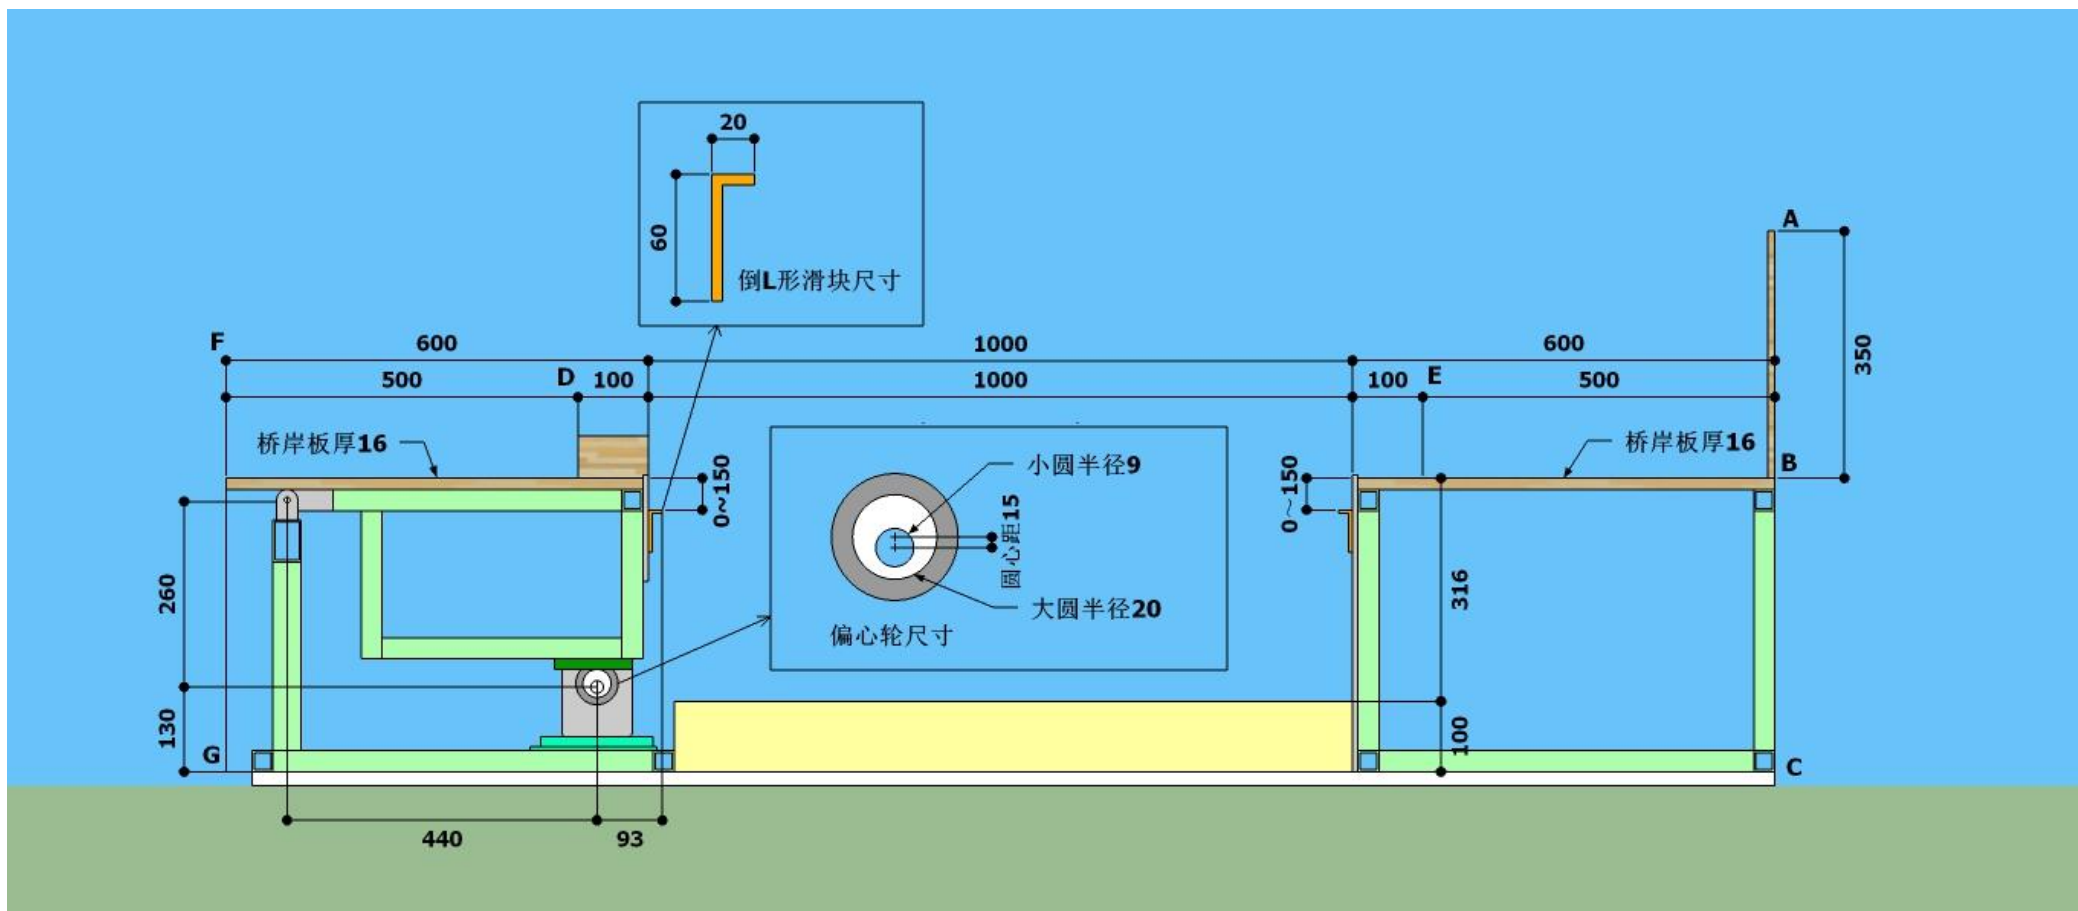
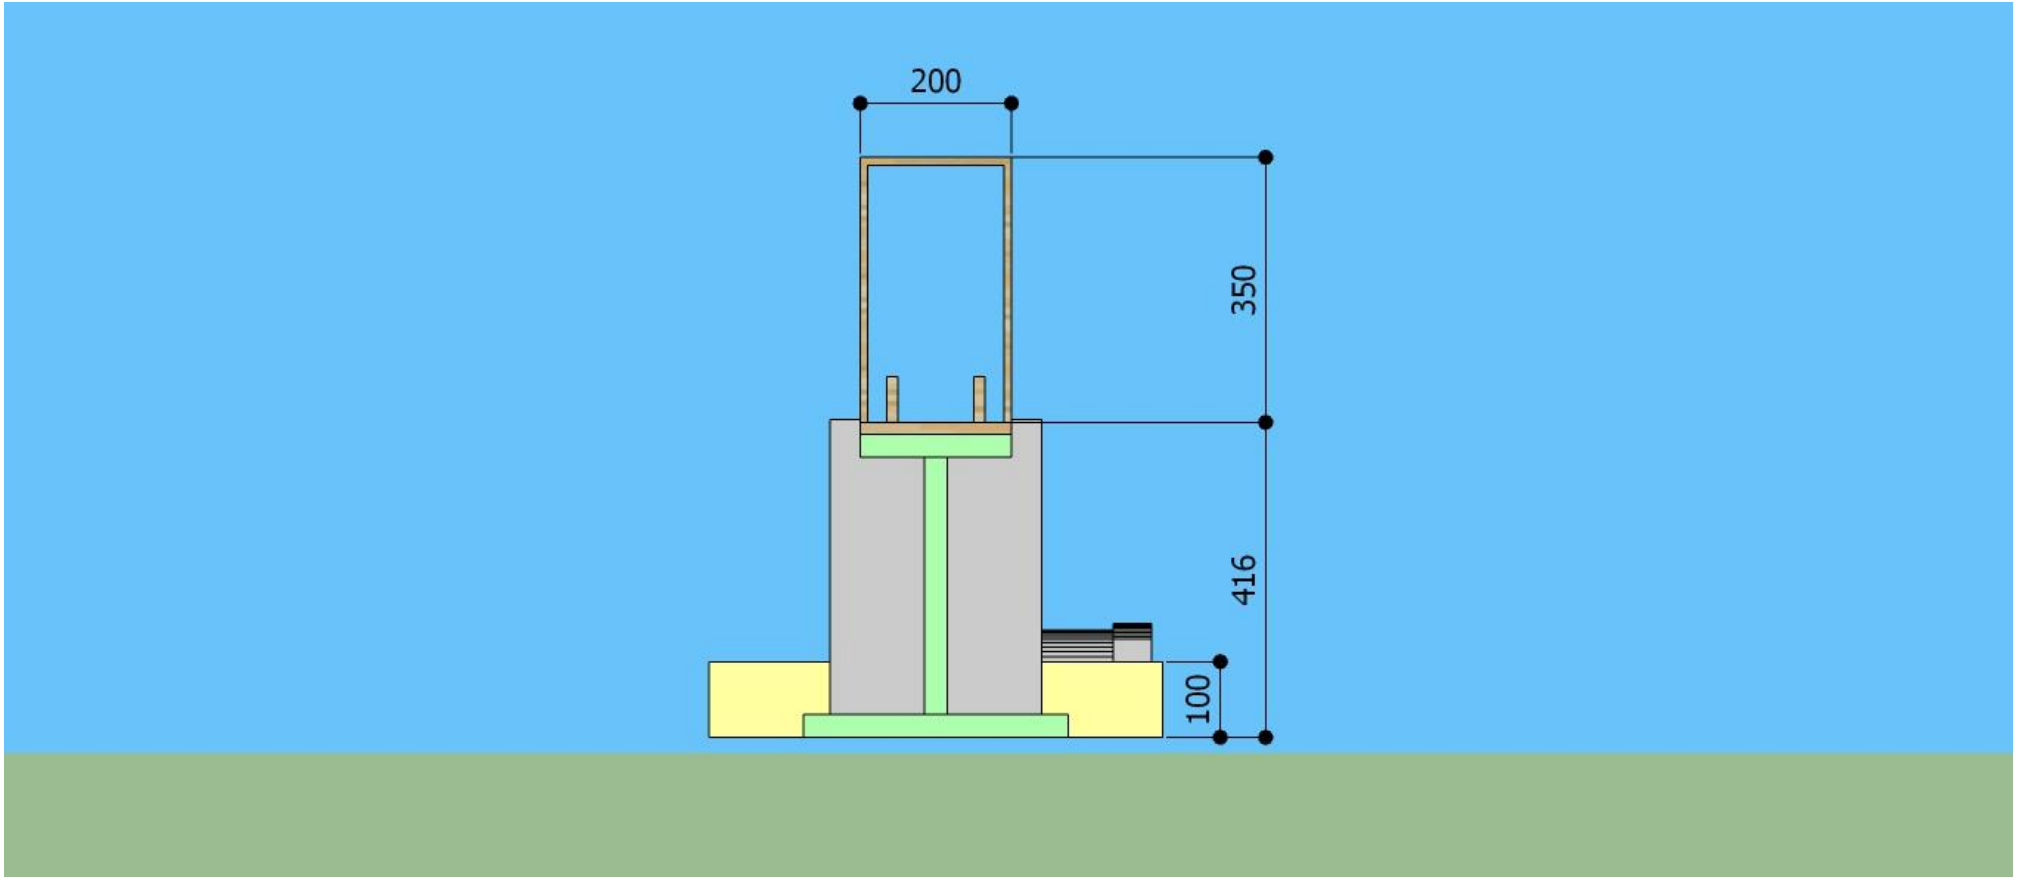

图 2 加载装置立面图 (单位: mm)
图 3 牵引绳方向限制门架示意图 (单位: mm)
a) 支撑装置尺寸：桥岸间距为1000mm，宽度200mm，每个桥岸长度600mm。在每个桥岸处伸出宽为20mm，长为280mm的倒L形滑块。滑块滑动时，滑块上沿与桥岸上沿的距离在0~150mm变化，并在需要位置锁死。每侧滑块上装有两个限位装置（长40mm，宽20mm，厚10mm，用C形夹与倒L形滑块固定），相隔距离根据模型宽度在0~200mm范围内调整。出发侧桥岸装有控速电机，带动偏心轮（大圆半径20mm，小圆半径9mm，圆心距5mm）转动从而使该侧桥岸作上下简谐振动。到达侧桥岸外边缘有高350mm，与桥岸同宽的牵引绳方向限制门架。桥下铺有厚度为100mm缓冲垫。如图 2、图 3所示。
加载过程中，比赛队员只可站在两个桥岸外侧即图 2中FG左侧与AC右侧，不可站在两个桥岸之间（扶正方向时不受此限制），牵引小车的同学必须站在桥岸后方即AC右侧，控制牵引绳不得碰触方向限制门架即图 2中AB，且身体不得跨过门架及桥岸边缘AC。
加载开始的定义：加载队员示意准备完成后，裁判员宣布测试开始，并开始计时。开始前小车前沿应位于图 2所示D点处。
加载完成的定义：小车后沿离开图 2所示E点处。